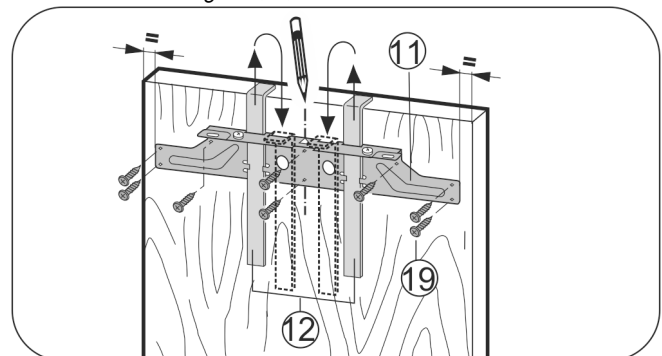

Fig. 18
- ▶ Accrocher la traverse de fixation Fig. 18 (11) avec les gabarits de montage Fig. 18 (12) du côté intérieur de la porte du placard.
- ▶ Aligner la traverse de fixation Fig. 18 (11) sur le milieu de la porte.
- ▶ Visser la traverse de fixation Fig. 18 (11) en utilisant au moins 6 vis Fig. 18 (19).
- ▶ Visser la traverse de fixation Fig. 18 (11) en fixant 4 vis Fig. 18 (19) au bord.
- ▶ Tirer les accessoires de montage Fig. 18 (12) vers le haut et les enfoncer pivotées dans les trous situés à côté.